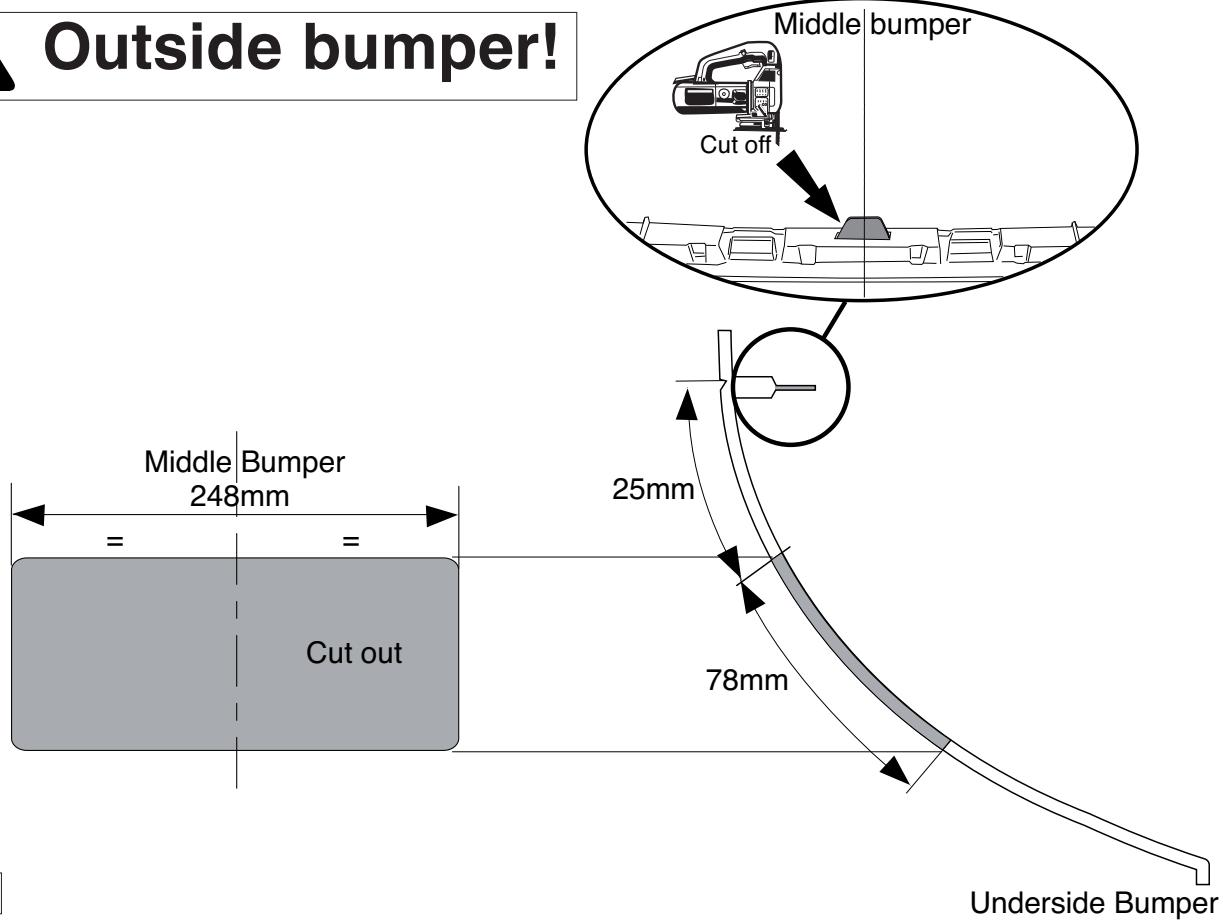

Fig. 1
10. Выпилить часть из бампера в середине снизу, как указано на рис. 1.